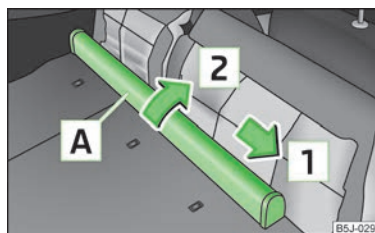

Fig. 55
- Desplazar la caja de la red de separación del maletero **A** » fig. 55 en el sentido de la flecha **1** y sacarla del alojamiento del respaldo del asiento derecho en el sentido de la flecha **2**.